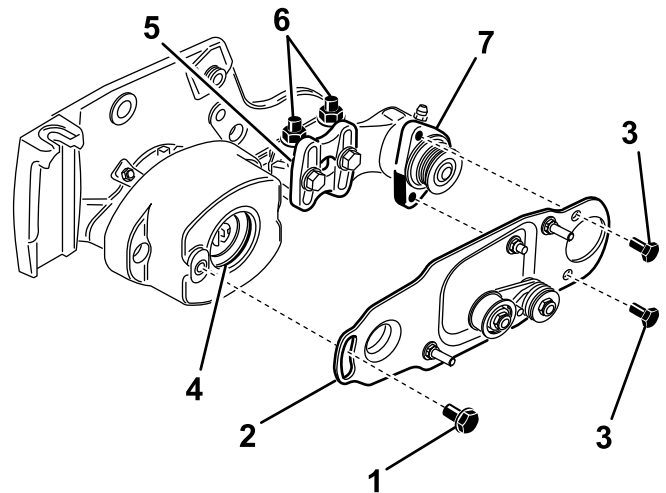

Figura 11
10. Aplique una película de grasa al interior del anillo de goma del alojamiento del cojinete (**Figura 11**).
11. Afloje, pero no retire, los pernos que sujetan el alojamiento del cojinete del cepillo de rodillo al soporte de montaje del cepillo de rodillo (**Figura 11**).
12. Instale la placa de pivote del cepillo del rodillo (**Figura 11**). Asegúrese de que el anillo de goma queda correctamente asentado en el alojamiento al introducir el saliente de la placa de pivote por el anillo de goma del alojamiento del cojinete.
13. Aplique Loctite 242 (azul) en los 2 pernos de 5/16 x 5/8 pulgada y utilícelos para montar la placa del cepillo en el alojamiento del cojinete del cepillo de rodillo (**Figura 11**). Apriete los pernos a 20-25 N·m.
- Afloje las 2 contratuercas con arandela prensada que sujetan el soporte de montaje del cepillo de rodillo a la chapa lateral de la unidad de corte (**Figura 11**).
- Gire el alojamiento del cojinete del cepillo del rodillo hasta que quede paralelo a la chapa lateral de la unidad de corte (Figura 11).
- Apriete las 2 contratueras con arandela prensada que sujetan el soporte de montaje del cepillo de rodillo a la chapa lateral de la unidad de corte (Figura 11).
18. Aplique Loctite 242 (azul) al perno de cuello largo (Figura 11). Sujete la placa del cepillo al alojamiento del cepillo del rodillo con el perno de cuello largo. (Figura 11). Apriete el perno a 20-25 N·m.